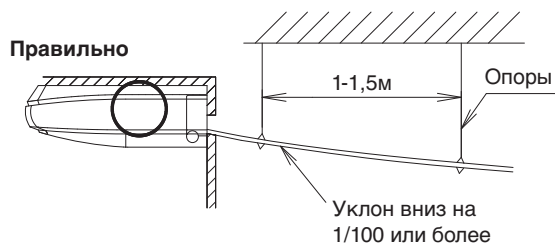

Рис. 23
- Диаметр трубопровода должен быть равным или превышать диаметр сливного шланга (1) (дополнительная принадлежность) (ПВХ-патрубок с номинальным диаметром 20 мм и внешним диаметром 26 мм).
- Установите самый короткий трубопровод, насколько это возможно, с уклоном в 1/100 или более во избежание его закупоривания воздухом. (**См. рис. 23 и 24**) (Возможно возникновение нехарактерного звука, например бульканья)
- Установите опоры на расстоянии 1 - 1,5 метров таким образом, чтобы трубопровод не отклонялся. (См. рис. 23)